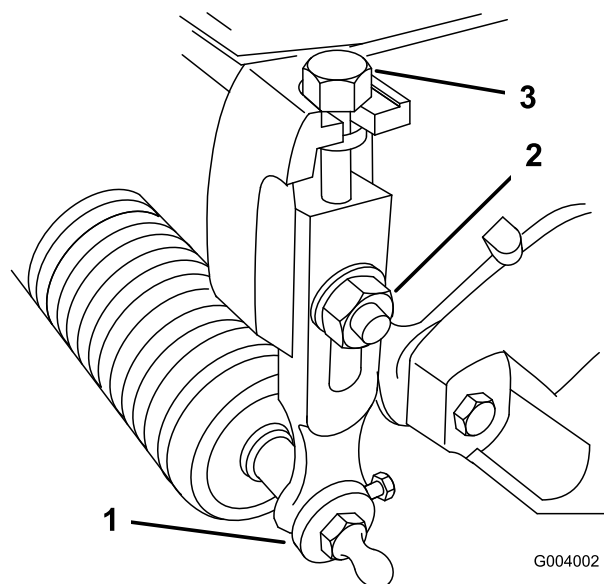

Figura 56
1. Allentate i dadi di bloccaggio che fissano i bracci dell'altezza di taglio alle piastre laterali dell'apparato di taglio (Figura 56).